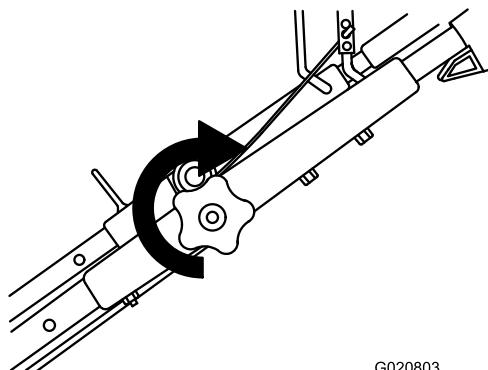

Bild 4
2. Ziehen Sie das obere Griffhandrad so fest wie es geht (Bild 4).